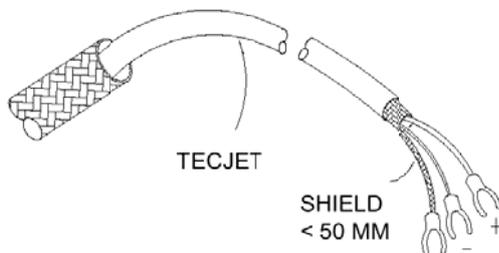

Figura 2-1. Preparación de cables apantallados
- Utilice cables apantallados en las líneas de seriales para evitar interferencias procedentes de otros equipos eléctricos (consulte la Figura 2-1).
- Prepare los cables apantallados según se muestra en la Figura 2.1.